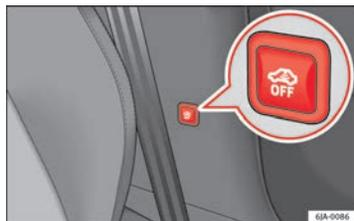

Fig. 50 Tasto dell'antifurto volumetrico e per il controllo del dispositivo antitraino
- Premere il tasto => fig. 50 nel piantone centrale, il simbolo retroilluminato di colore rosso situato dentro il tasto diventa arancione.